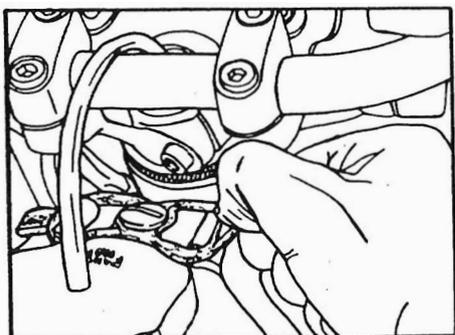

Fig. 27 - Elastico ritegno fianchetti.
- Sganciare l'elastico di ritegno fianchetti (fig. 27)